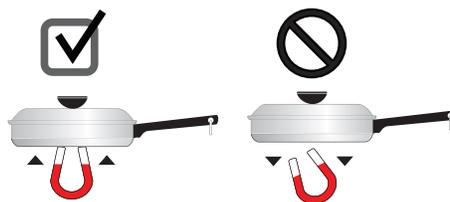

Figure 3 : Test de l'aimant
Le type d'ustensile de cuisson utilisé et sa dimension influencent le réglage de la température nécessaire à l'obtention de résultats de cuisson optimaux. Assurez-vous de suivre les recommandations relatives à l'utilisation des ustensiles appropriés, tel qu'illustré sur la Figure 2 et la Figure 3.
- **Acier inoxydable** – Conducteur de chaleur lent qui donne des résultats de cuisson variables. Il est durable, facile à nettoyer et il résiste aux taches. Certains types d'acier inoxydable ne fonctionneront pas sur une table de cuisson à induction. Utilisez le test de l'aimant (Figure 3) pour vérifier le magnétisme de votre ustensile de cuisson en acier inoxydable.
- **Émail vitrifié sur métal** – Les caractéristiques de chauffage varient selon le matériau de base. Un ustensile fait d'un métal compatible recouvert d'émail vitrifié fonctionnera sur une table de cuisson à induction. Utilisez le test de l'aimant (Figure 3) pour vérifier le magnétisme de votre ustensile de cuisson en émail vitrifié.
Pour vérifier qu'un ustensile de cuisson fonctionnera sur votre table de cuisson à induction, essayez d'y faire coller un aimant (voir Figure 3).